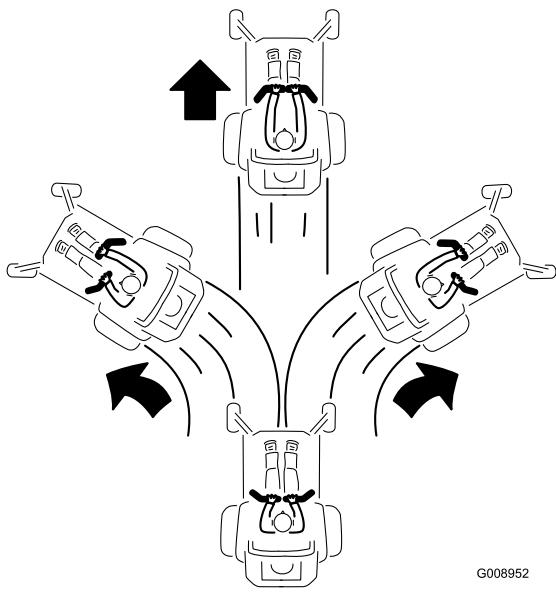

Figura 14
2. Para ir hacia adelante, empuje lentamente las palancas de control de movimiento hacia adelante (Figura 14).
- Para ir recto, aplique la misma presión a ambas palancas de control de movimiento (Figura 14).
- Para girar, deje de empujar la palanca de control de movimiento del lado al que desea girar (Figura 14).